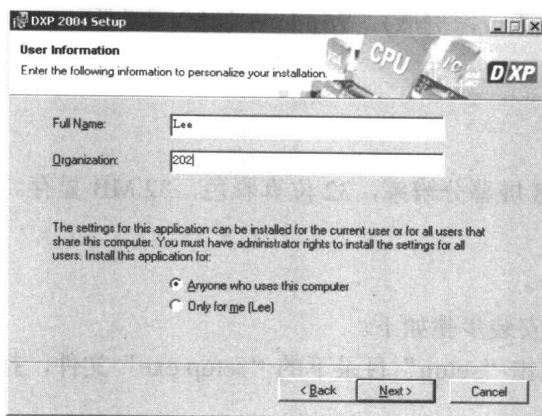

图 1.3 用户信息输入窗口
(3) 选择软件最终许可用户窗口中的“I accept the license agreement”单选项, 即同意该协议, 单击“Next”按钮, 打开如图 1.3 所示的用户信息输入窗口。